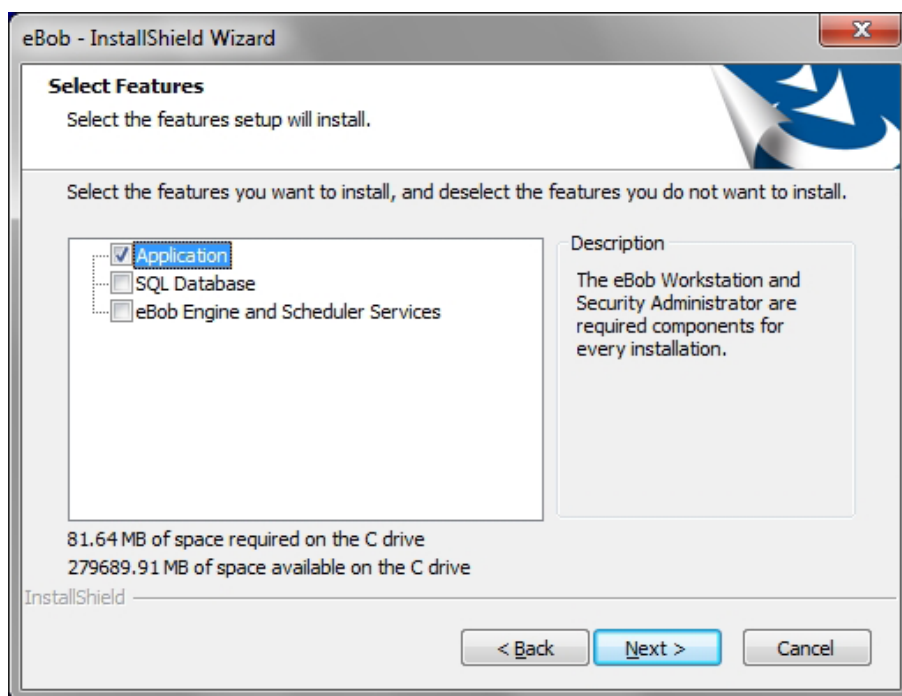

Figura 7
- d. Si la instalación es para una Estación Remota, verifica solo la casilla de Aplicación como se muestra en la Figura 7.